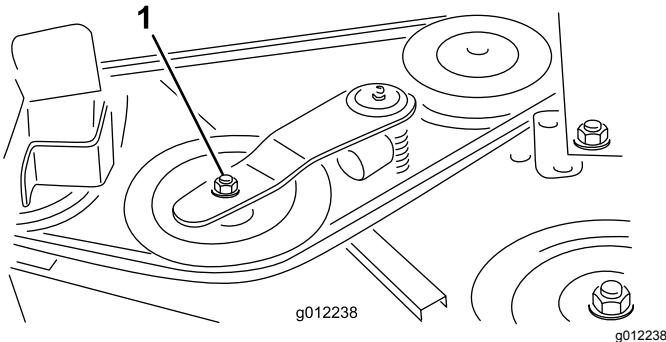
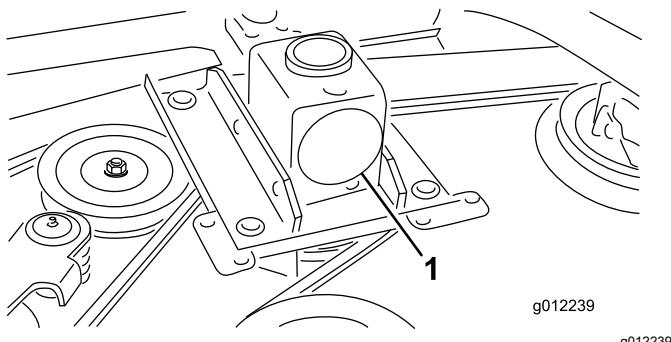

図 33
図 34
2. トルクレンチなどの工具を使ってアイドラプーリ 図 33 をベルトから引き離してベルトの張りをなくし、ベルトをギアボックスのプーリ 図 34 から外す。